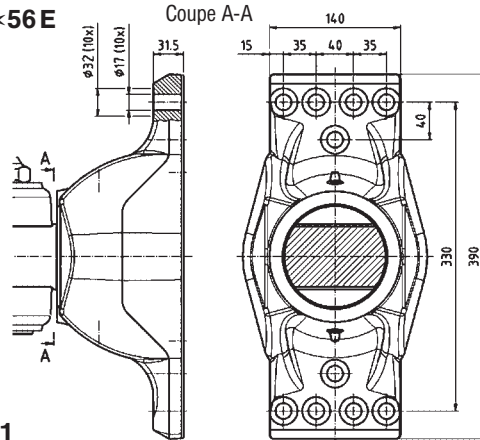

Fig. 1
- pour l'attelage RO\*56E une traverse pour poids lourd avec un entraxe (voir fig. 1) de  $10 \times \phi 17$  est nécessaire